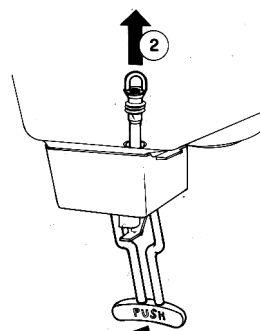

figura 4
- 1 - Empujar la palanca mando grifo (1) y sacar (2) el tubo goma de salida desde su situación vertical en el fondo del contenedor (ver figura 4).